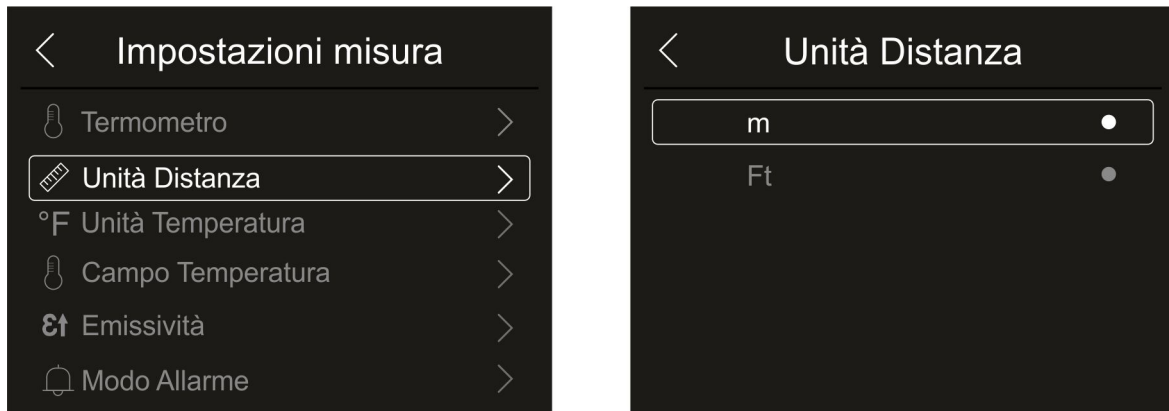

Fig. 22: Menu impostazione unità misura distanza
1. Toccare la voce “Unità Distanza” per eseguire l’impostazione dell’unità di misura della distanza. La Fig. 22 – parte destra è mostrata: